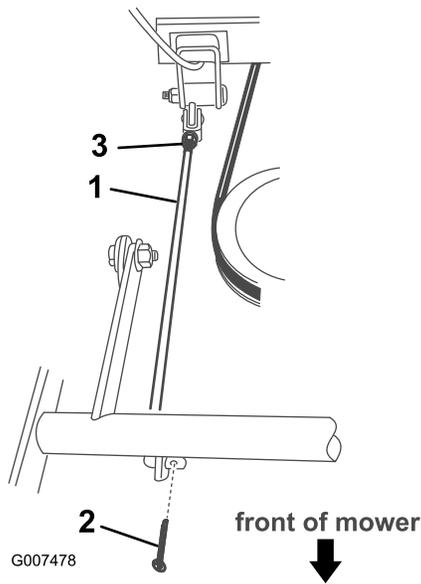

Figure 35
7. Retirez la goupille fendue à l'avant de la tige de réglage (Figure 35).
8. Desserrez l'écrou à l'arrière de la tige de réglage (Figure 35).